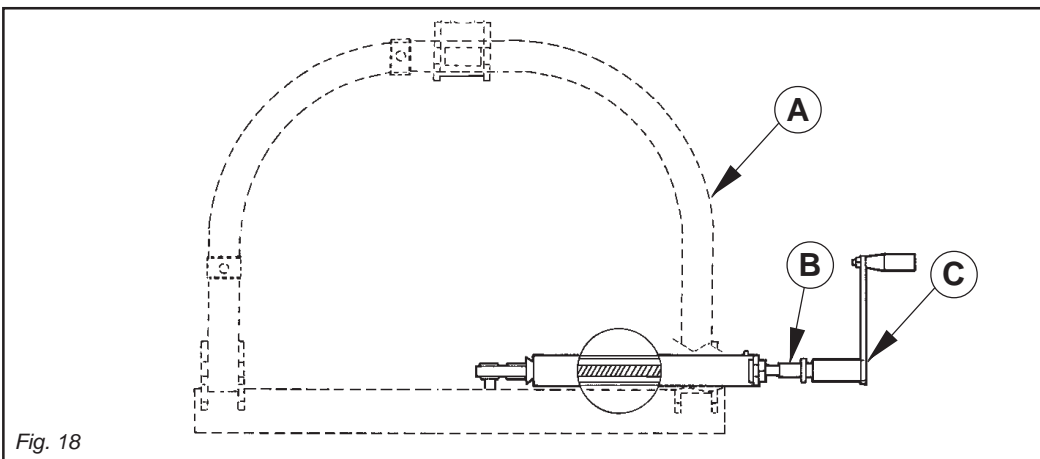

Fig. 18
La macchina, è munita di spostamento laterale meccanico o idraulico del castello dell'attacco a tre punti (Fig. 18 - 19). Questo spostamento viene utilizzato in caso di lavorazione in prossimità di fossati, o colture le quali richiedono lo spostamento della macchina lateralmente.
Lo spostamento meccanico (o manuale) (Fig. 18) è da effettuare a macchina ferma, e staccata dal trattore.
The machine is equipped with mechanical or hydraulic side shifting of the three-point hitch support (Fig. 18- 19). Shifting is utilized in case work is done near ditches or near crops which require lateral shifting of the machine.
Mechanical (or manual) (Fig. 18) shifting is to be carried out when the machine is stopped, and detached from the tractor.
Deplasarea mecanica (sau manuala) (Fig. 18) trebuie efectuata cu masina oprita, si decuplata de la tractor.
- mutati atasarea in trei puncte (A Fig. 18) in pozitia dorita.
- Spostare il castello dell'attacco ai tre punti (A Fig. 18) nella posizione desiderata al lavoro cui si intende fare.
- Togliere la manovella dall'apposito attacco di stazionamento, posta sul 3° punto (A Fig. 18).
- Inserire la manovella nell'estremità della vite che fuoriesce dalla fiancata lato trasmissione (B Fig. 18).
- Ruotare la manovella per lo spostamento desiderato (C Fig. 18).
- Move the mounting frame of the three-point (A Fig. 18) hitch to the required work position.
- Remove the crank from the relative connection on the 3rd point (A Fig. 18).
- Fit the crank on to the end of the screw that projects from the side panel on the transmission side (B Fig. 18).
- Turn the crank to make the required movement (C Fig. 18).
- Îndepărtați manivela din suportul sau așezat pe atăsarea în trei puncte (A Fig. 18);
- Introduceți manivela în extremitatea surubului care iese din partea laterală a transmisiei (B Fig. 18);
- Rotiți manivela pentru deplasarea dorită (C Fig. 18).